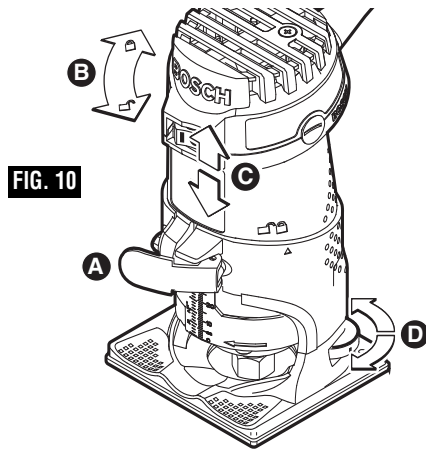

FIG. 10
3. Ouvrez le levier de serrage. Fig. 10(A)
4. Faites tourner le moteur d'environ 1/4 po dans le sens des aiguilles d'une montre jusqu'à ce que le triangle unique sur l'embase soit aligné avec le symbole « déverrouillé » sur le moteur. Fig. 10(B) (veillez à ce que l'indication sur l'embase soit alignée avec la ligne sous le symbole « déverrouillé » situé sur le moteur ; sinon la toupie risquerait d'être endommagée).
5. Abaissez lentement le moteur jusqu'à ce que le fer de la toupie entre en contact avec l'ouvrage. Fig. 10(C)
7. Abaissez le moteur jusqu'à ce que la valeur d'échelle cible soit atteinte. Fig. 10(C)
8. Faites tourner le moteur d'environ 1/4 po dans le sens des aiguilles d'une montre jusqu'à ce que le triangle unique sur l'embase soit aligné avec le symbole « verrouillé » sur le moteur. Fig. 10(B)
9. Fermez le levier de serrage. Fig. 10(A) Vérifiez toujours que le moteur est bien assis dans l'embase (la tension du levier de serrage peut être modifiée à nouveau en ajustant l'écrou).
1. Ouvrez le levier de serrage. Fig. 10(A)
2. Réglez la profondeur de coupe souhaitée à l'aide de la molette striée située à l'arrière de l'embase. Fig. 10(D)